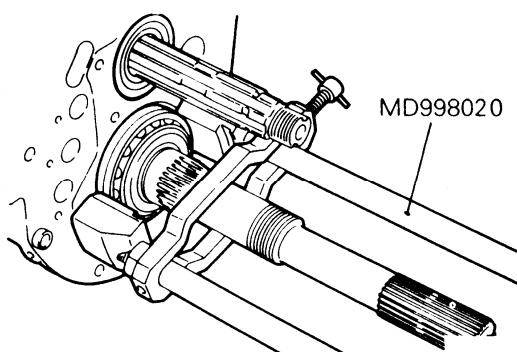

图 3-49 拆卸主轴中间轴承
(12) 拆卸主轴中间轴承时，先拆下主轴承卡环。如图 3-49 所示，用专用工具拆下主轴中间轴承。